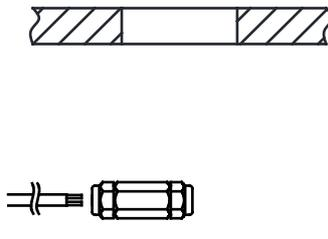

Fig 1.2
- 1.2 Connettere il cavo principale di alimentazione alla scatola di giunzione waterproof. (Fig 1.2)